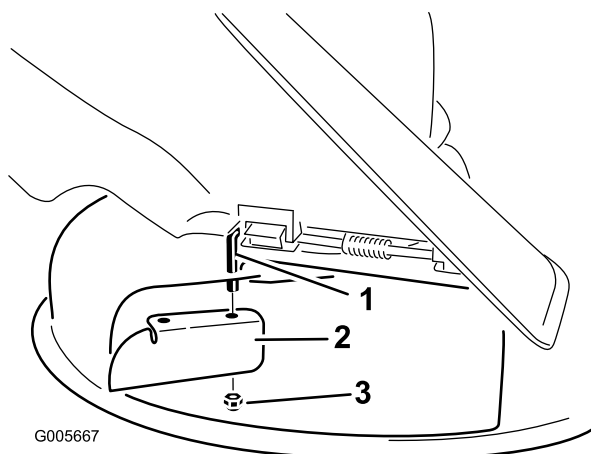

Figura 25
7. Instale la placa deflectora en la varilla de pivote (Figura 25).
3. Retire la placa deflectora de la carcasa de corte (Figura 25).